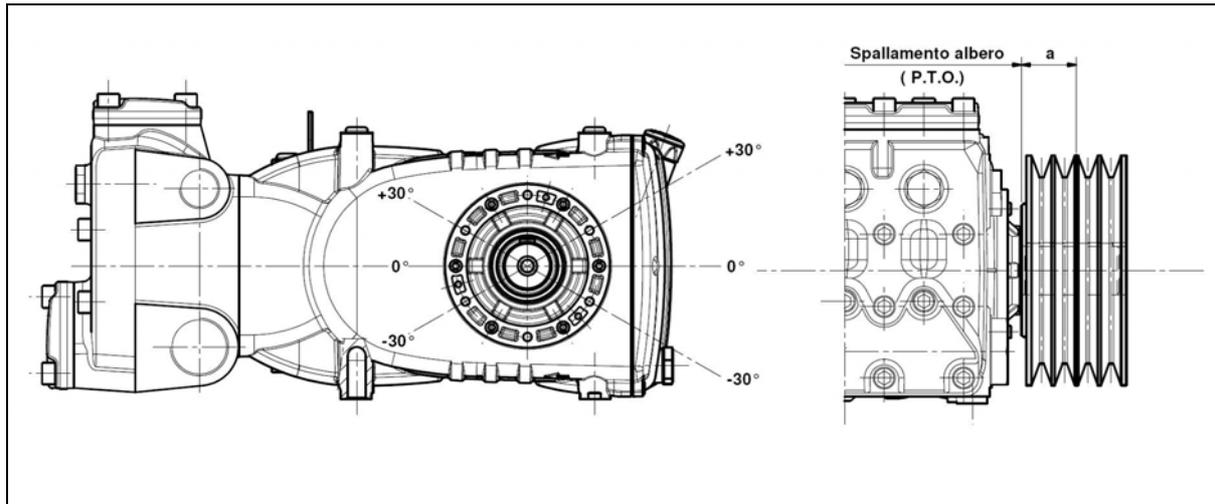

fig. 11
- b) Utilizzare cinghie ad alto rendimento – per esempio **XPB** invece di **SPB** – in quanto risulterà necessaria una quantità inferiore di cinghie a parità di potenza trasmessa ed una conseguente distanza inferiore della risultante rispetto allo spallamento dell'albero (P.T.O.) "a" di fig. 11
- e) Seguire la direzione del tiro cinghia come indicato in fig. 11 per esigenze diverse contattare ***l' Ufficio Tecnico o Servizio Assistenza Clienti*** .